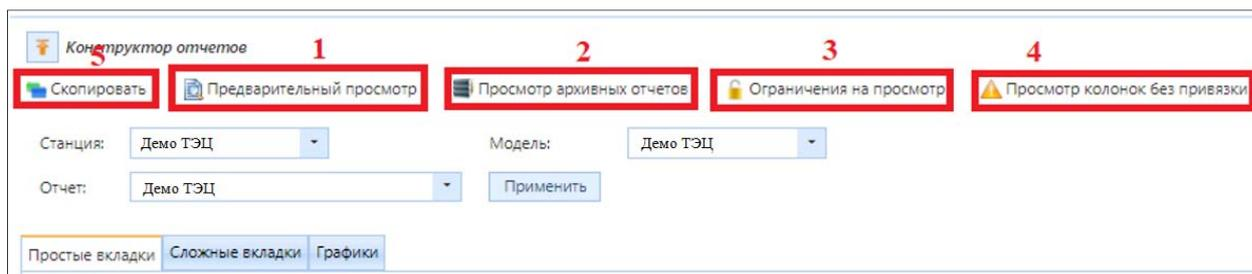
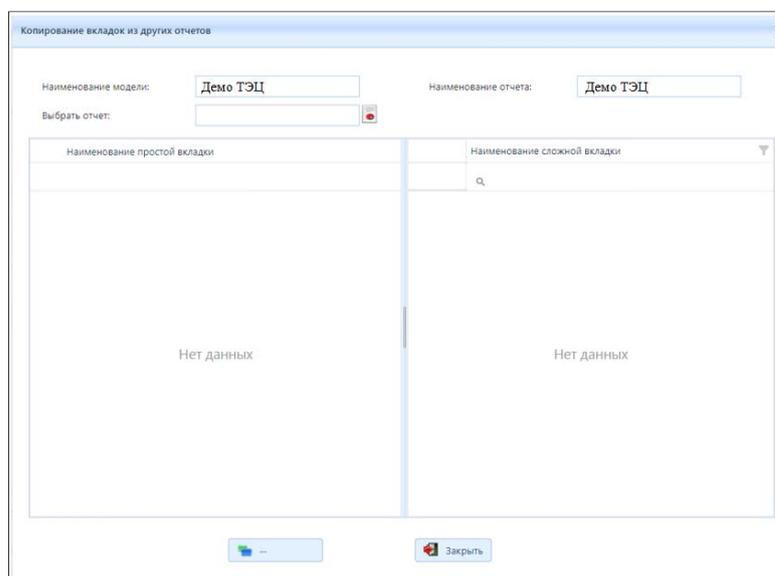

Рисунок 4.6.30 – Кнопки меню конструктора формы отчета
Рисунок 4.6.31 – Окно «Копирование вкладок из других отчетов»
На рис. 4.6.30 представлено основное поле с кнопками меню формы отчета.
Кнопка (1) «Предварительный просмотр» (рис. 4.6.30) позволяет проверить и утвердить скорректированную форму отчета.
Кнопка (2) «Просмотр архивных отчетов» (рис. 4.6.30) позволяет посмотреть ранее созданные Формы отчетов.
Кнопка (3) «Ограничения на просмотр» (рис. 4.6.30) позволяет установить ограничения на просмотр формы отчета посредством выбора вкладок, которые необходимо скрыть для выбранного списка пользователей.
Кнопка (4) «Просмотр колонок без привязки» (рис. 4.6.30) позволяет выполнить проверку с целью выявления пустых колонок, которые не привязаны к компонентам модели, формулам, временным рядам, а также не привязаны к конкретному типу расчета.
Для копирования вкладки из других отчетов нажмите кнопку (5) «Скопировать» (рис. 4.6.30). В результате откроется окно «Копирование вкладок из других отчетов» (рис. 4.6.31). В данном окне имеется возможность скопировать вкладки из других существующих отчетов в открытую форму отчета. Для этого нажмите на элемент отчета для записи «Выбрать отчет». В появившемся окне выберите необходимый отчет. В интерфейсе окна «Копирование вкладок из других отчетов» появится перечень вкладок из выбранного отчета. Установите в перечне признак для вкладок, которые необходимо скопировать. Для копирования вкладок нажмите на кнопку «Копировать». Для отмены копирования закройте окно без сохранения.
Для просмотра ранее созданных или измененных форм отчета нажмите кнопку (2) «Просмотр архивных отчетов» (рис. 4.6.30). Откроется окно просмотра архивных форм отчета (рис. 4.6.32). В данном окне имеется возможность просмотра действия и удаления архивных отчетов. Выберите установкой признака необходимый архивный
Нажмите кнопку (3) «Ограничения на просмотр» (рис. 4.6.30). Откроется окно редактирования прав доступа пользователей к вкладкам формы отчета (рис. 4.6.33). При необходимости установите ограничение на доступ к вкладкам для отдельных пользователей и закройте окно (п. 4.5.1).
Для проверки колонок, не имеющих привязки к временным рядам, компонентам модели, к типу расчета и не содержащих формул воспользуйтесь функцией «Просмотр колонок без привязки». Нажмите кнопку (4) (рис. 4.6.30)
Нажмите кнопку (1) «Предварительный просмотр» (рис. 4.6.30). Откроется окно предварительного просмотра формы отчета (рис. 4.6.35). Выберите наименование модели (1) (рис. 4.6.35), наименование отчета (2) (рис. 4.6.35), тип расчета (3) (рис. 4.6.35), дату, на которую будет утверждена форма (4) (рис. 4.6.35). Для предварительного просмотра формы отчета нажмите на кнопку (6) «Показать форму отчета». Нажмите на кнопку (5) (рис. 4.6.35) «Утвердить» для утверждения созданной формы отчета или (7) (рис. 4.6.35) «Закорыть» для выхода из окна без сохранения.